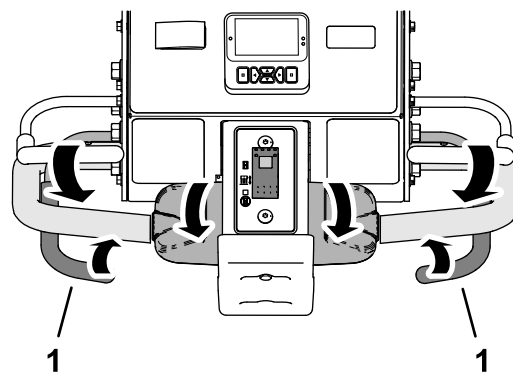

図 87
3. 左または右のエアレーションベイルを握り込む 図 87。